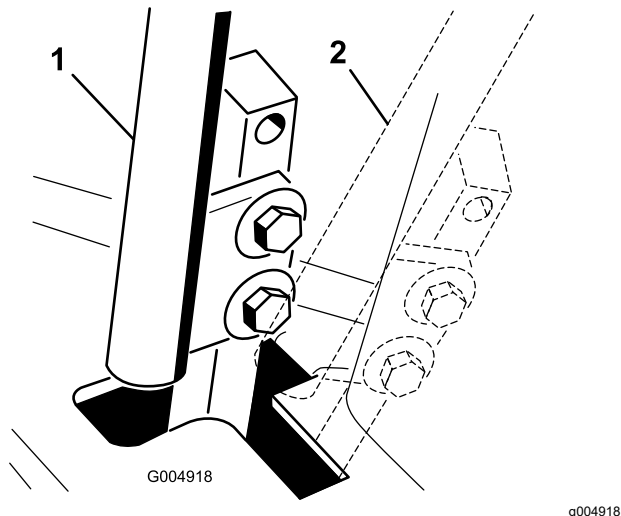

图 51
4. 将移动控制杆移至空档位置但切勿锁定图 51。
6. 检查控制杆相对于控制台凹口的位置图 51。